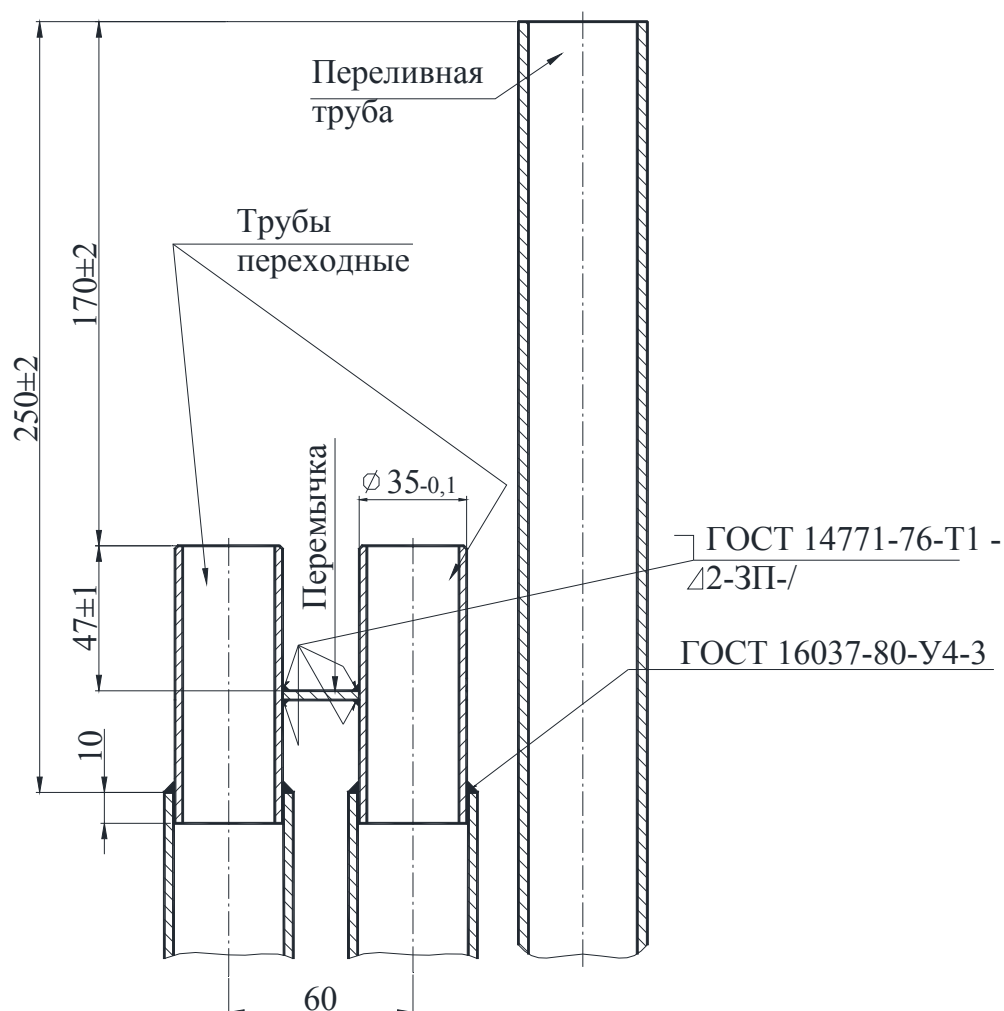

Рис.11 – Установка клапана в баки вагонов производства России, имеющих съемную распределительную батарею
- 2.1.11 Для баков вагонов производства России, имеющих съемную распределительную батарею. На расстоянии 250 ± 2 мм от переливной трубы отрезать концы водоналивных труб (разница по высоте отрезанных водоналивных труб не должна превышать 1 мм) (рис.11). Промыть водоналивные трубы водой.
- 2.1.12 Установить перемычку на трубы переходные черт. К-0116.00.00.001 (входят в комплект поставки) (рис.11), затем приварить аналогично п.п.2.1.3. используя приспособление для установки клапана черт.ОК-0112СБ (рис.9).